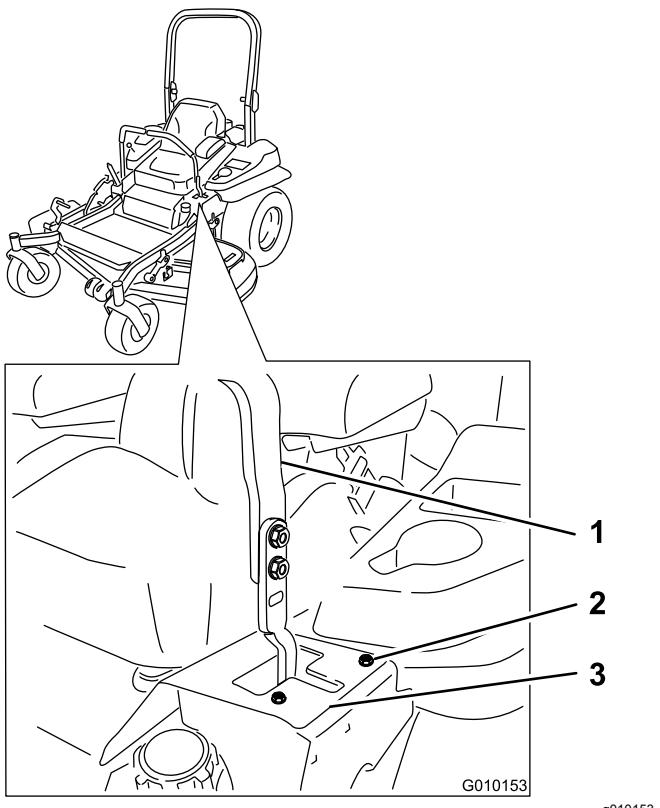

Figure 74
- Si la machine se déporte à droite, desserrez les boulons et déplacez la plaque de butée gauche en arrière sur la fente en T gauche, jusqu'à ce qu'elle se déplace en ligne droite (Figure 74).
- Si la machine se déporte à gauche, desserrez les boulons et déplacez la plaque de butée droite en arrière sur la fente en T droite, jusqu'à ce qu'elle se déplace en ligne droite (Figure 74).
8. Serrez les boulons de la plaque (Figure 74).